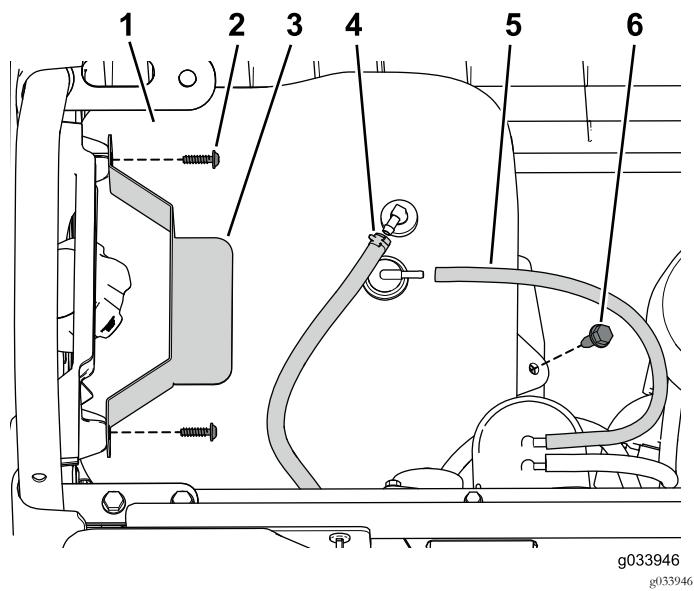

图1
2. 拧下固定压紧装置的螺丝 图1。
3. 从油箱上断开通气管和燃油管线 图1。